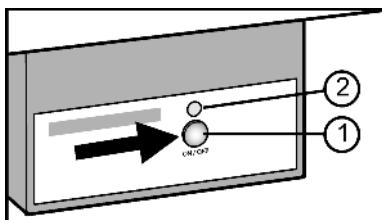

Fig. 13
► Нажмите и удерживайте кнопку On/Off Fig. 13 (1) так, чтобы светодиод Fig. 13 (2) загорелся.